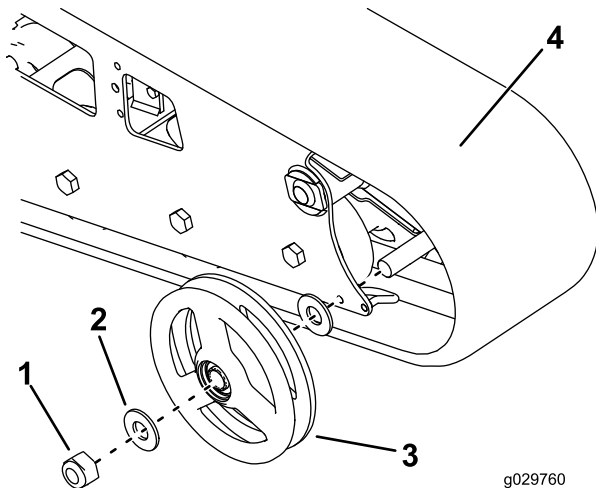

Bild 57
2. Nehmen Sie die Mutter ab, mit der das äußere Vorderrad befestigt ist. Nehmen Sie das Rad ab (Bild 57).
8. Montieren Sie das äußere Vorderrad und befestigen es mit der vorher abgenommenen Mutter (Bild 57).
3. Nehmen Sie die Kette ab (Bild 57).
4. Ziehen Sie die zwei großen Scheiben aus den äußeren Rädern, eine an jeder Radseite (Bild 57).
7. Setzen Sie die neue Kette ein (Bild 57).